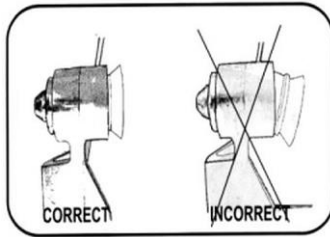

Fig. 35
5. Introduzca la junta de la tapa de aspiración en el espacio en espiral, presionándola a fondo (Fig. 35).